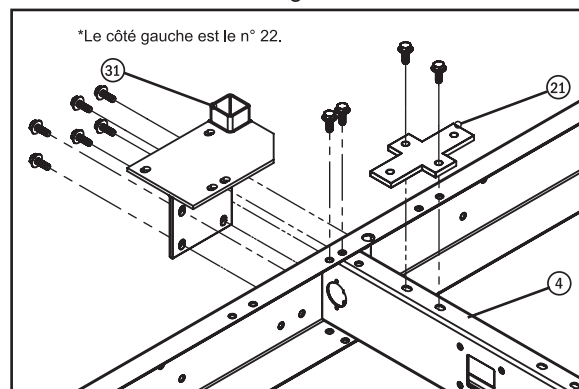

Fig. 4
Étape 7 : Assemblez les supports d'essieu. Placez le support d'essieu (droit n° 31, ou gauche n° 22 lors de l'assemblage du côté gauche) au centre de la longue poutre de rail (n° 6) avec la poutre transversale centrale (n° 4) alignée avec les trous et fixez sans serrer avec les huit boulons M10 x 30 mm (n° 1) et écrous (n° 2), puis placez la plaque de raccordement de l'essieu (n° 21) sur la poutre transversale (n° 4) et fixez avec deux boulons M10 x 30 mm (n° 1) et écrous (n° 2) comme indiqué (fig. 4).